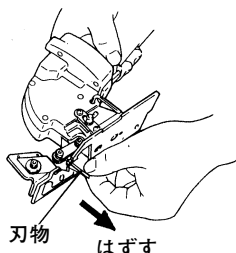

図 11
- (2) ベースの下方より、刃物を持ち、下方にはずします。(図11)